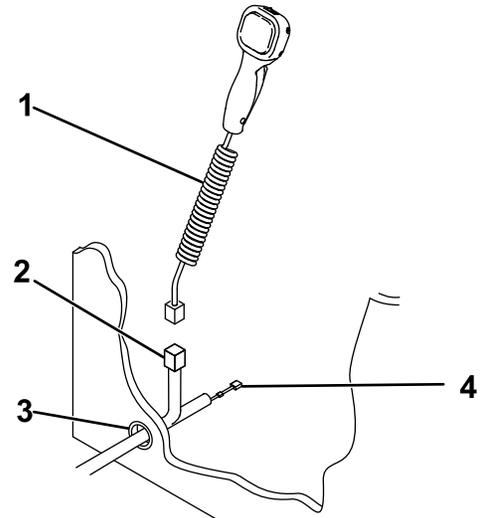

Figura 14
4. Introduzca el conector del controlador de la pala y el cable negro/rojo con fusible en línea en la cabina del vehículo a través del orificio de la mampara de separación (Figura 14).